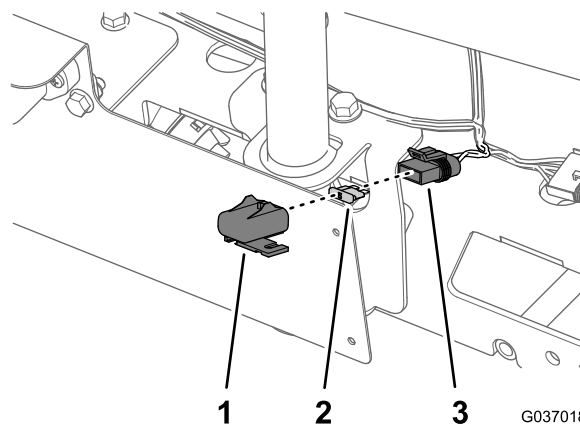

Figura 78
1. Rimuovete il coperchio dall'attacco del fusibile (Figura 78).
2. Rimuovete il fusibile aperto (Figura 78).
3. Inserite il nuovo fusibile nell'attacco fino a quando non è completamente in sede (Figura 78).
4. Montate il coperchio sull'attacco del fusibile (Figura 78).